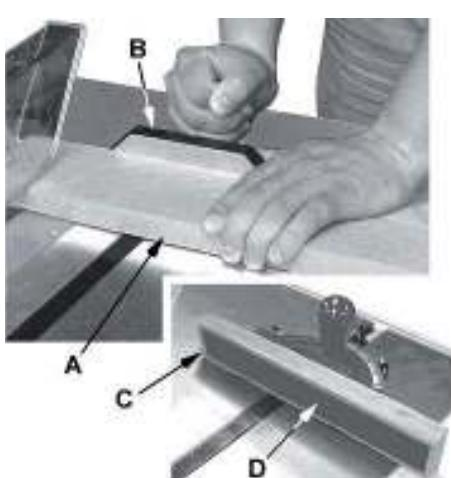

Рис. 32
• Поперечний розпил – це розпил, під час якого оброблювана деталь (A, Рис. 32) подається поперек піляльного диску за допомогою інструменту для розпилу під кутом (B, Рис. 32) для підтримки та правильного розташування деталі.
• Для покращення ефективності інструменту для розпилу під кутом в операції поперечного розпилу, закріпіть допоміжну дерев'яну заготовку (C, Рис. 32) з приkleєною стрічкою шліфувального паперу (D, Рис. 32) до кутового вимірювача.